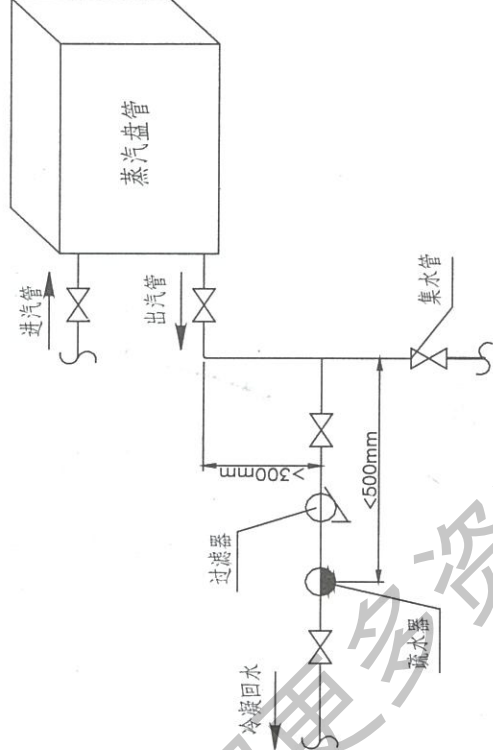
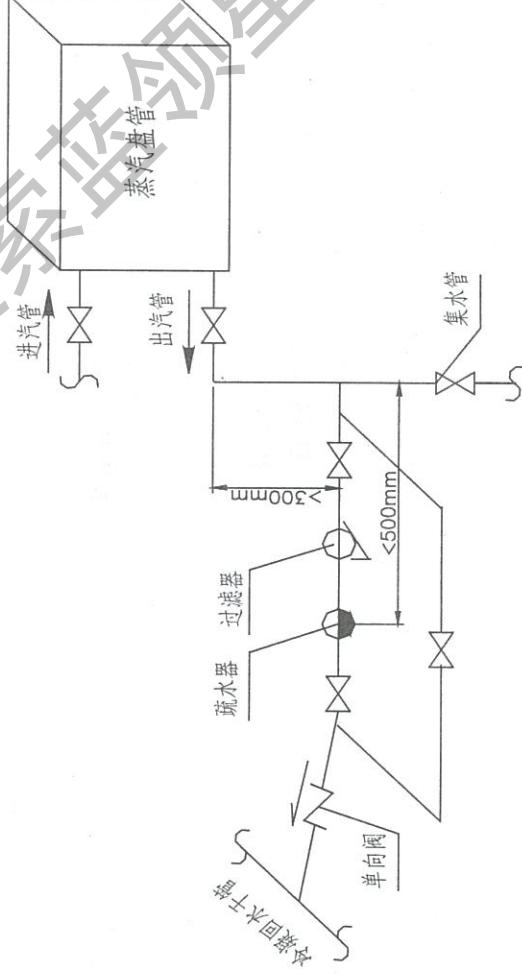
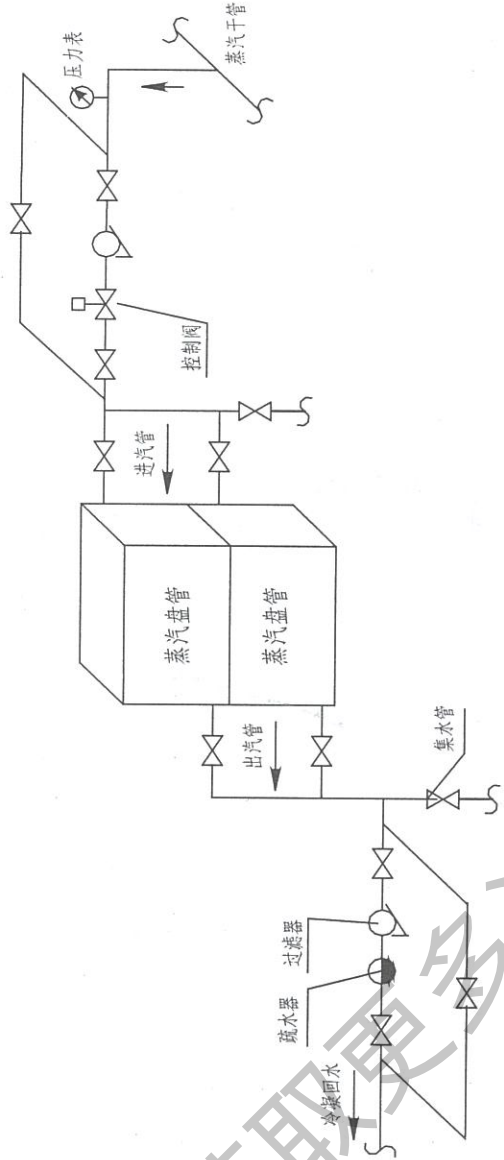

图3 蒸汽盘管接驳疏水器要求示意
图4 蒸汽盘管疏水器带旁通管路和止回阀安装示意
图5 共用一个疏水器的蒸汽盘管安装示意
- i、两个以上蒸汽盘管安装，当每个盘管的容量和压力损失相同，且由同一个控制阀调节时，可共用疏水器，如图5所示，图5中未详尽要求同图3和图4。